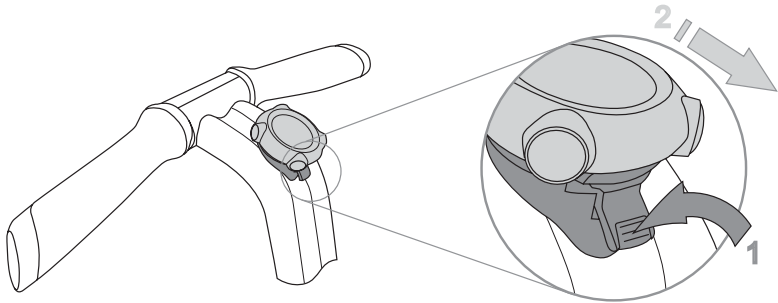

Abbildung 46. Abdocken des InfoKey
2. Schieben Sie den InfoKey aus dem InfoKey-Sockel (siehe **Abbildung 46**).